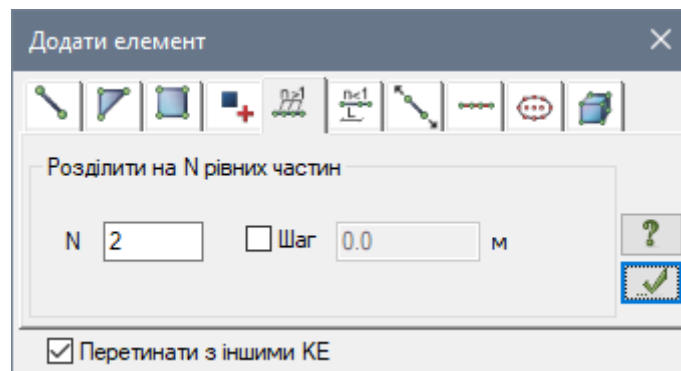

Рис. 12.7. Діалогове вікно Додати елемент
- Відкрийте діалогове вікно **Додати елемент** на закладці **Розділити на N рівних частин** (рис. 12.7), вибрав команду  – **Розділити на N рівних частин** в розкритому списку **Додати елемент** (панель **Створення** на вкладці **Створення та редагування**).